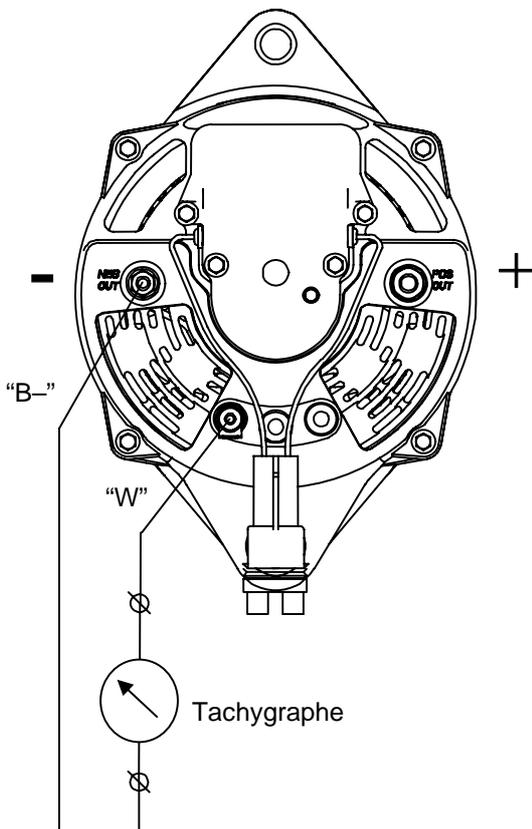

Figure 9 : Connexion d'un tachygraphe (la position des bornes peut différer). Voir ANNEXE (APPENDIX), Figures A-6 à A-9).
- 6 Voir référence ⑥. Le câble bleu du faisceau de câbles est la connexion d'excitation de l'alternateur. Connecter ce câble à la borne [field] du régulateur Alpha Pro.
- 7 Voir référence ⑦. Attacher la sonde de température à la batterie et connecter le connecteur RJ12 au régulateur Alpha Pro, tel qu'indiqué.
Si vous utilisez un tachygraphe, le connecter entre la borne W de l'alternateur (voir référence ③) et la borne B- de l'alternateur (ou le pôle négatif de la batterie. Voir Figure 9.